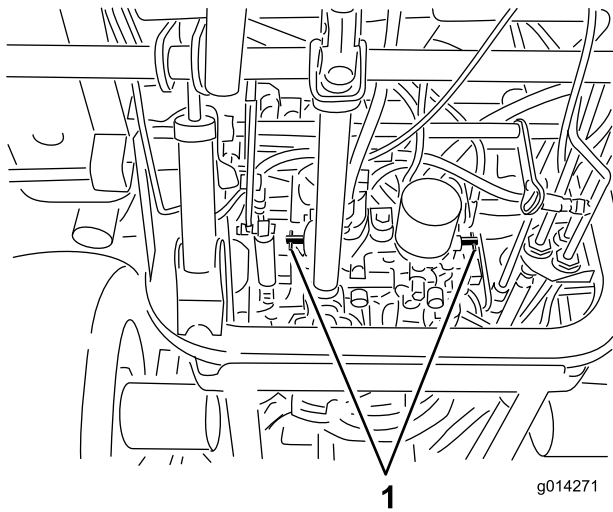

Figura 28
4. Gire las válvulas de desvío una vuelta en el sentido contrario a las agujas del reloj (Figura 28).
Gire cada válvula de desvío una vuelta en el sentido de las agujas del reloj y apriételas a mano (apriete de 8 N-m) aproximadamente) (Figura 28).